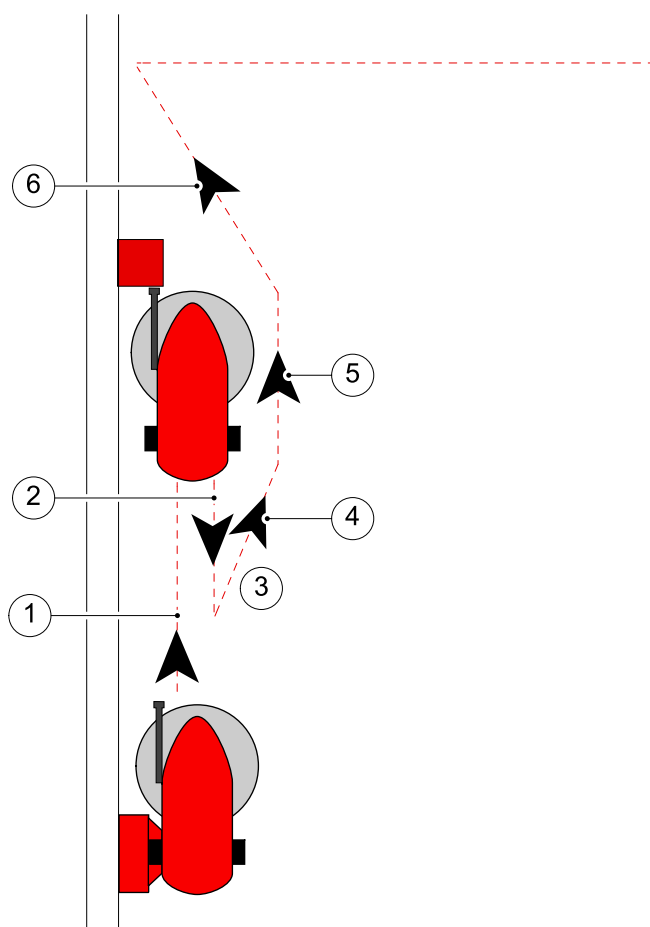

Figure 21. Démarrage d'un trajet
Chaque fois que la machine démarre un nouveau trajet, elle se dirige d'abord jusqu'à la station de remplissage d'eau (1) (voir figure 21 page 4-35). Le tuyau d'arrivée d'eau pénètre dans le tuyau d'alimentation en eau en forme d'entonnoir et ouvre le robinet d'arrêt actionné mécaniquement. Le véhicule s'arrête automatiquement. L'eau pénètre dans le réservoir d'eau via un filtre à eau.